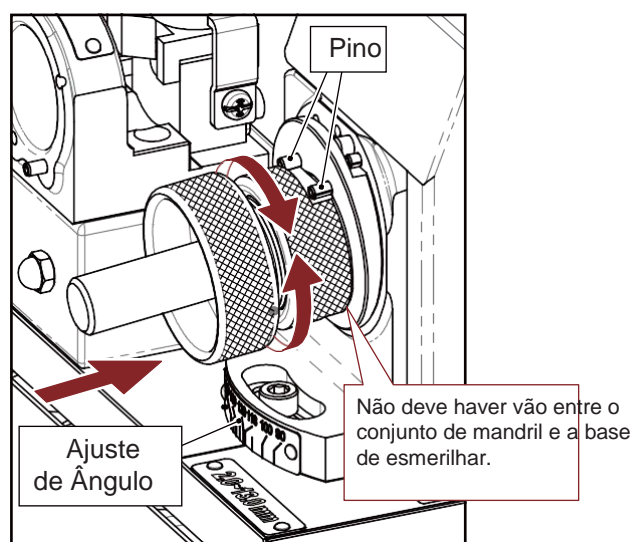
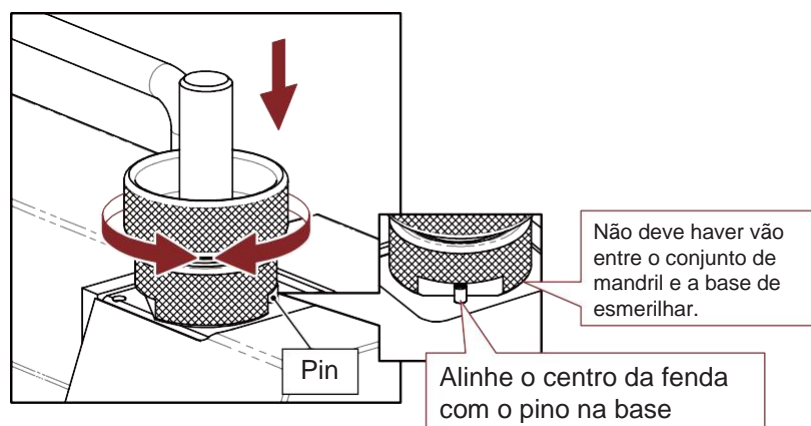

Fig. 8-1
Fig. 8-2
- ① Verifique a condição do bloco de posição. Entre em contato com seu agente para substituição.
- ② Durante a operação, verifique se o conjunto de mandril se conecta firmemente a qualquer base de esmerilhar sem vão. (Consulte a página 13, Fig 8-1 e Fig 8-2; página 14, Fig 9-1 e Fig 9-2)
- ③ Verifique se a broca está firmemente presa pelo conjunto de mandril. (Veja a página 11 “3 Posicionamento da Broca”)
- ④ Verifique se o ângulo da ponta da broca corresponde ao ajuste do ângulo da ponta definido. Por exemplo, broca a 135°, o ajuste do ângulo da ponta definido deve ser ajustado para 135°
- ✘ *Reajuste a escala da alma e esmerilhe novamente a broca conforme os pontos ②, ③, ④*
- ① Verifique a distância do conjunto de mandril (colar/suporte do colar/porcas de aperto).
- ② Verifique a broca; se a Hélice de uma broca apresentar rebarba ou estiver danificada, as partes devem ser eliminadas.
- ③ Verifique a broca; quando deformada, não pode ser usada.
- ④ Durante o esmerilhamento, não aplique pressão excessiva na base.
- ⑤ Verifique se a rosca de ajuste de ângulo da ponta definido está suficientemente presa.
- ⑥ Verifique se a superfície de contato da base de esmerilhar e do conjunto de mandril está limpa e sem cavacos.
- ⑦ Verifique a margem da broca; corte-a, se estiver danificada.
- ⑧ Durante o esmerilhamento, certifique-se de girar o conjunto de mandril completamente para a direita e para a esquerda.
- ① Para reduzir a espessura da alma ou núcleo de uma broca, ao inserir ou retirar o conjunto de mandril da base de redução da alma, certifique-se de que o pino esteja no meio da fenda. (Consulte a página 13, Fig 8-2; página 14, Fig 9-2)
- ② Na troca do rebolo, o flange e o orifício central do rebolo devem ser mantidos limpos.
- ③ Certifique-se de que o lado da broca esteja completamente afiado, pois um esmerilhamento incompleto causará problema para o desbastador.
- ④ Durante o esmerilhamento, gire o conjunto de mandril no sentido horário e anti-horário até o fim na base de esmerilhar.
- ⑤ Verifique a distância do conjunto de mandril.
- ⑥ Verifique a distância da plataforma de redução da alma.
- ⑦ Durante o esmerilhamento, não aplique força excessiva para empurrar.
- ⑧ Verifique a condição da broca; se esta estiver deformada, não pode ser usada.
- ⑨ Verifique a broca; se a Hélice de uma broca apresentar rebarba ou estiver danificada, a parte deve ser eliminada.